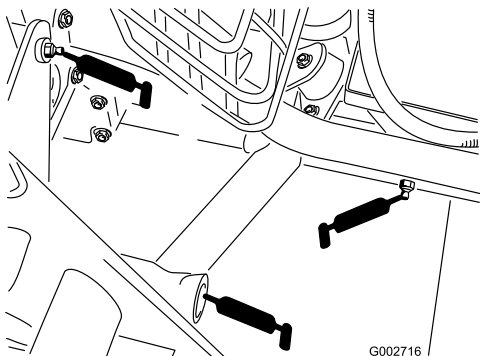

Figura 21
- Engate traseiro (5) (Figura 21)